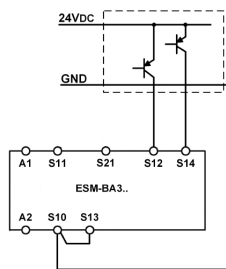
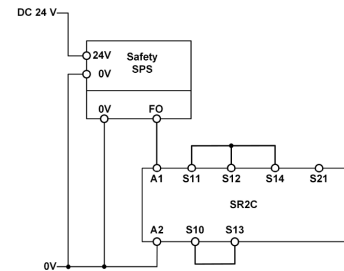

Bild 9: Zweikanalige Not-Halt-Schaltung mit pnp-Halbleiterausgängen/OSSD-Ausgängen mit Querschusserkennung (Kategorie 4, bis PL e).
Bild 10: Anschluss an fehlersichere Steuerung (Kat. 4, bis PL e)
- ▶ Für Anwendungen nach Bild 9 und Bild 10 ist folgendes zu beachten: